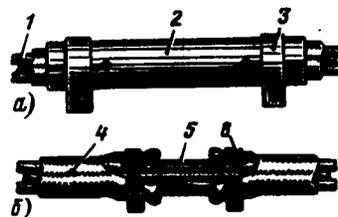

Рис. 65. Отремонтированный экран с трубкой:
4. Перекрытие места повреждения экрана с помощью алюминиевой трубки (рис. 65) проводить так: предварительно развальцевать торцы трубки и сделать с торцов три-четыре надреза вдоль трубки, чтобы обеспечить обжатие концов трубки хомутами; глубина надреза должна быть вдвое больше ширины хомута. Надеть трубку на жгут и стянуть ее концы хомутами.